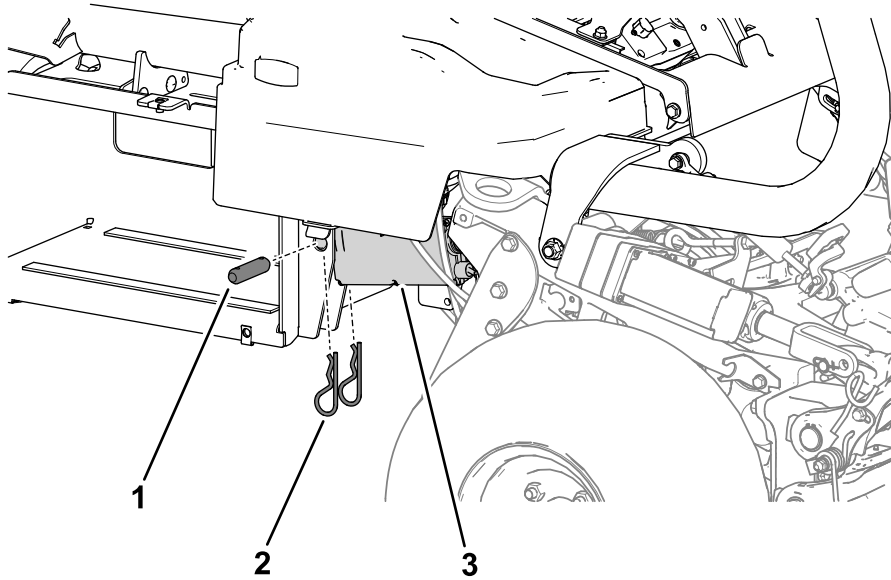

Figure 3
2. Retirez les goupilles qui fixent l'actionneur de frein au support de batterie latéral sur le côté droit de la machine (Figure 3).